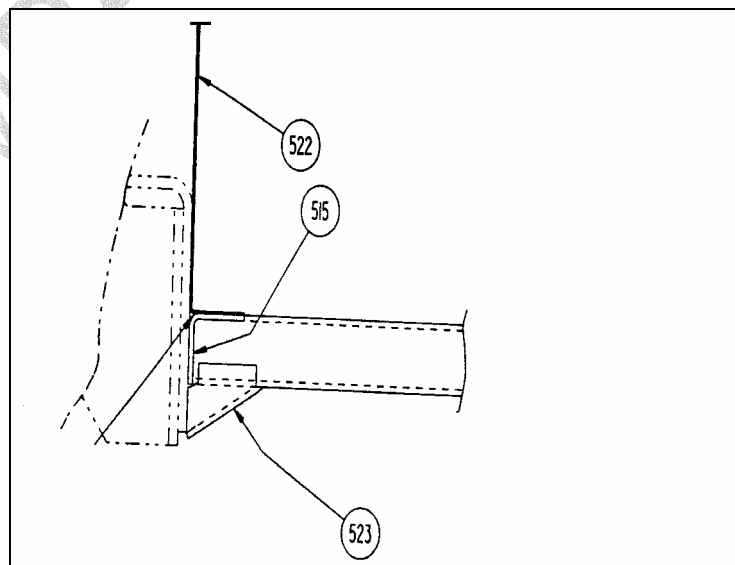
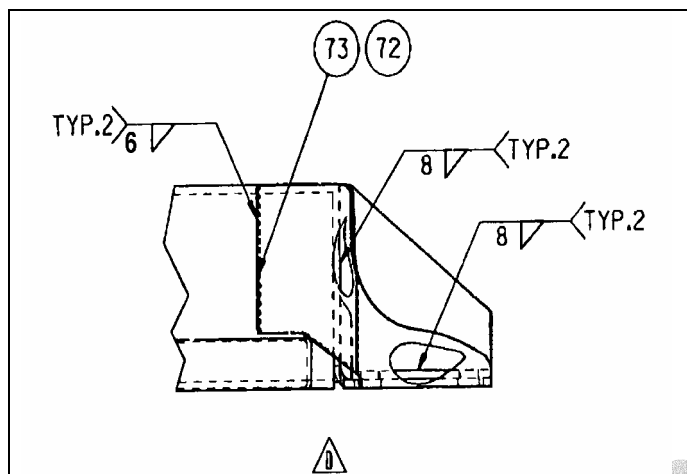

FIGURE 2: SUPPORT DE RENFORT
FIGURE 3: PIÈCE DE RENFORT VERTICALE
12. Vérifier si les pièces de renfort horizontales gauche (Prévost no 213260) et droite (Prévost no 213259) ont été ajoutées à la structure. Si non, vérifier s'il y a des fissures dans la soudure de l'article 523, gouger ou meuler jusqu'au métal sain aux endroits fissurés et resouder (voir la fig. 2). Ajouter les pièces de renfort horizontales et verticales en se référant aux cotes de soudure des figures 3 et 4.